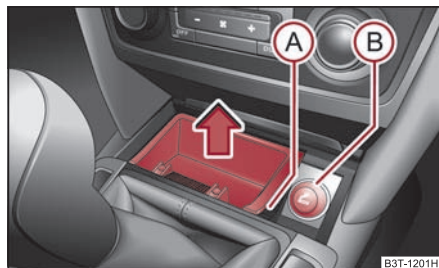
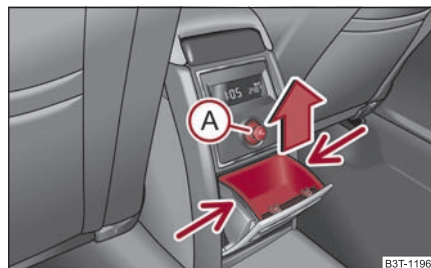

Fig. 104 Consola central:
Fig. 105 Consola central:
- Debe asir el suplemento del cenicero por el punto (A) ⇒ fig. 104 y sacarlo en sentido de la flecha.
- Debe asir el suplemento por los puntos indicados por unas flechas ⇒ fig. 105 y sáquelo.
- Presione el encendedor (A) ⇒ página 96, fig. 105 o (B) ⇒ página 96, fig. 104.